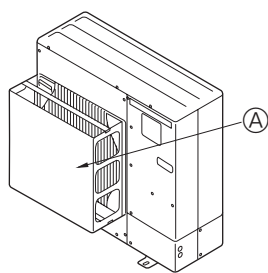

Fig. 2-3
- ② Installer en ekstra luftføring hvis enheten installeres på et sted der sterke vinder, slik som en tyfon osv. kan blåse direkte til luftutslippet. (Fig. 2-3)